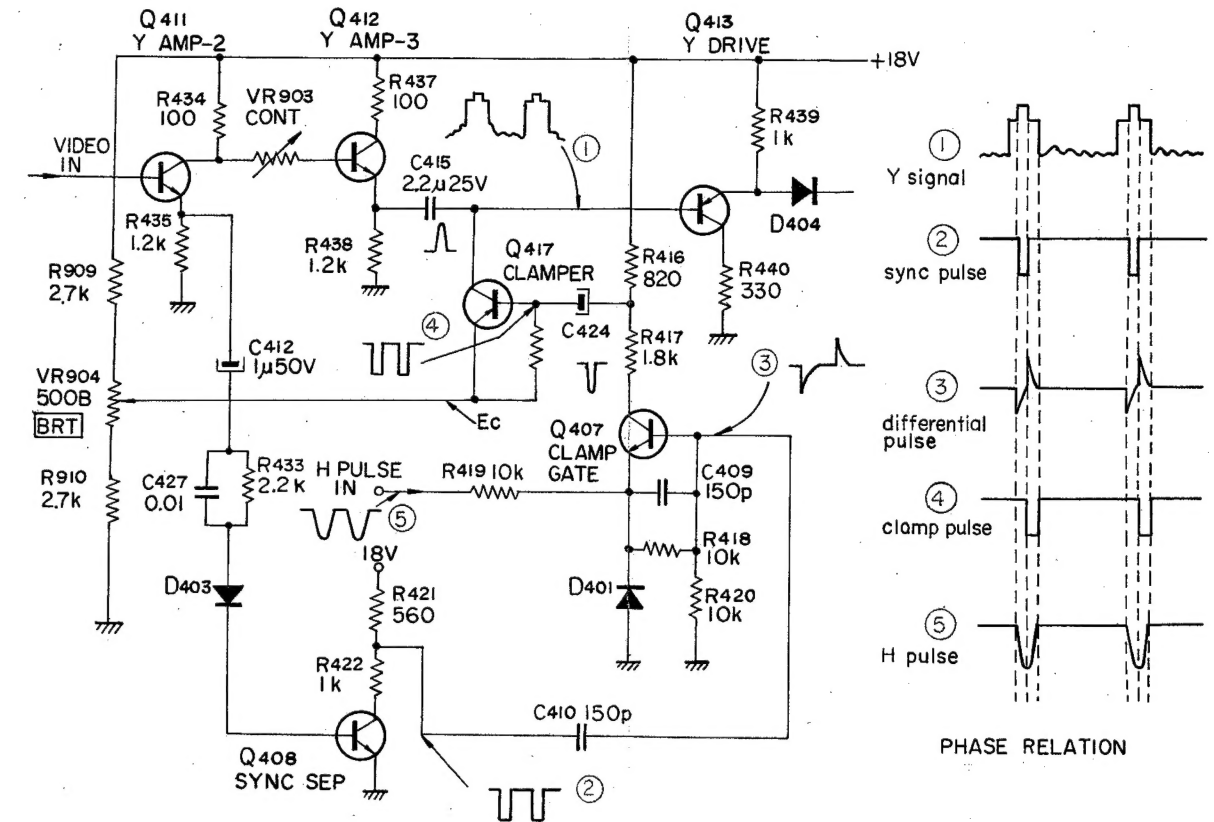

Fig. 1-1.
Le niveau noir du signal vidéo peut être fixé à un certain niveau au moyen du circuit de fixage, on peut alors obtenir une image nette et de haute qualité (voir le schéma du circuit figure 1-1).
Le signal de synchronisation est séparé par Q408 du signal délivré par l'émetteur de Q411 (Amplificateur Y). Le signal de synchronisation qui apparaît sur le collecteur de Q408 est différencié par un filtre passe-haut constitué de C410 (150 pF) et de 2 résistances montées en parallèle (R420: 10 k Ω et R418: 10 k). On obtient alors un signal différencié (voir forme du signal N° ③ figure 1-1) qui est fourni à la base de Q407 (porte de fixation). Le potentiel de l'émetteur de Q407 est plus élevé que celui de la base dans des conditions normales de fonctionnement, Q407 est alors coupé.
Lorsqu'on applique une impulsion négative H à partir de FBT, à l'émetteur, D401 devient conductrice et le potentiel de l'émetteur de Q407 devient potentiel de la masse pendant la durée de l'impulsion. En même temps, l'impulsion différenciée est transmise à la base de Q407. Q407 est allumé uniquement lorsqu'une impulsion différenciée positive est appliquée à sa base. On obtient une impulsion négative sur le collecteur de Q407. Cette impulsion négative est transmise à la base de Q417 (fixatif) à travers une capacité C424 de $1\mu\text{F}$, et le transistor non polarisé Q417 devient conducteur. Alors le signal vidéo est fourni à Q417, à travers C415 ($2.2\mu\text{F}$). Le niveau noir du signal vidéo est fixé à la tension de l'émetteur de Q417 car la pulsation de fixation est synchronisée avec le palier arrière du signal vidéo. Voir les relations entre phases en figure 1-1.
Black level of the video signal can be clamped at a certain level by the clamp circuit, and a clear and high quality picture can be obtained. See the schematic diagram in Fig. 1-1.
When the negative H pulse is supplied to the emitter from the FBT, D401 becomes ON and the emitter potential of Q407 becomes ground potential within pulse duration. At the same time the differentiated pulse is supplied to the base of Q407. Q407 conducts only when the positive differentiated pulse is supplied to the base. At the collector of Q407, negative pulse is obtained. This negative pulse is supplied to the base of Q417 (CLAMPER) through C424 ($1\mu\text{F}$), and non biased Q417 becomes ON. At that time the video signal is supplied to Q417 through C415 ($2.2\mu\text{F}$). The black level of the video signal is clamped to the emitter voltage of Q417, as the clamp pulse is synchronized with the back porch of the video signal. See the phase relation in Fig. 1-1.